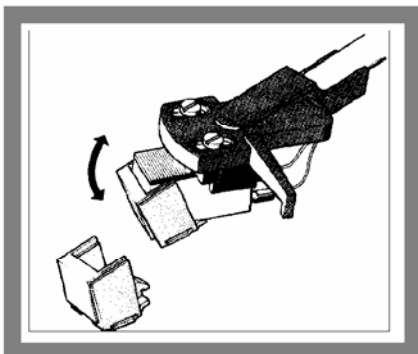

図6
- 1) 針を図6のように、斜めに下部へ引っ張って外します。
- 2) 新しい針を斜め上方向にはめ込み完了です。（図6）